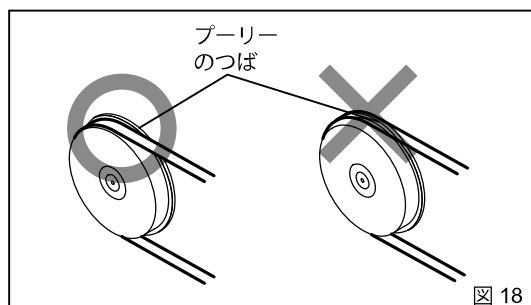

図 18
4. ノコ刃の交換 (図 14 ~ 図 18)
取付けの確認 (図 18)